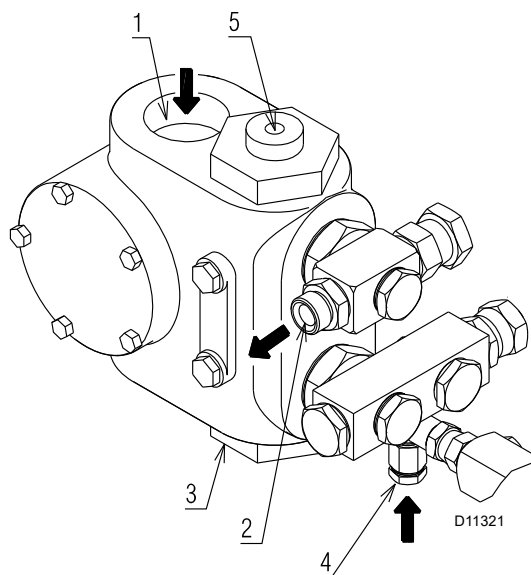

Fig. 21
Légende (Fig. 21)
- Pour que la pompe (Fig. 21) puisse s'auto-amorcer, il est indispensable de desserrer la vis 4) pour purger l'air contenu dans le tuyau d'aspiration.
Si la pompe a été vidée, la remplir de combustible par le bouchon du vacuomètre 4)(Fig. 21) avant de la mettre en marche pour éviter des grippages.